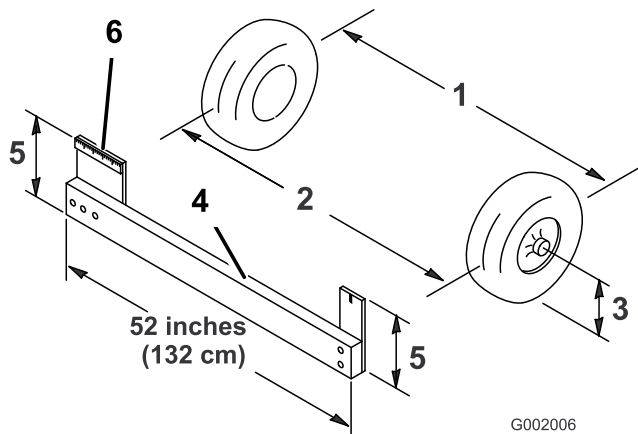

図 57
4. 前輪の前と後ろで、左右のタイヤの中央線間距離を測る; 計測はアクスルの高さで行う (図 57)。前輪の後ろで、アクスルの高さで測定を行うには市販または手製のトーイン測定器が必要となる。前後の計測とも同じ道具を使用し、アクスルの高さで正しく測定すること (図 57)。